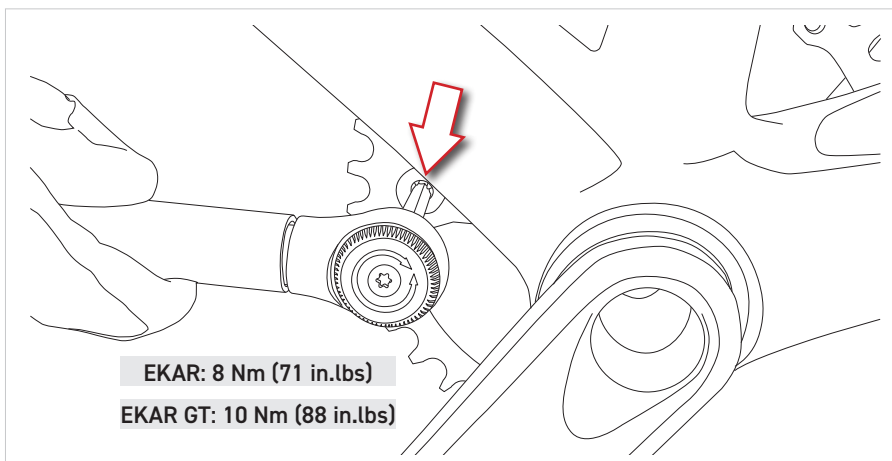

Fig.9
Se prohíbe utilizar llaves Allen fijas en lugar de la llave dinamométrica (Fig. 9) porque, además de no poder configurar el par de apriete correcto, muchas veces tienen una longitud inferior a 65 mm que podría significar un acoplamiento parcial en la cabeza del tornillo con posibles daños y formación de grietas en el mismo.
- Apriete con una llave dinamométrica los tornillos a **8 Nm (71 in.lbs)** para Ekar y a **10 Nm (88 in.lbs)** para Ekar GT (Fig. 9).